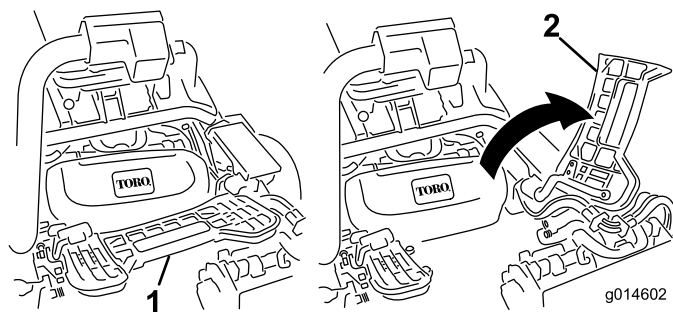

図 32
2. フット・レストを跳ね上げて開き、中央カッティングユニット取り付け位置へのアクセスを確保する（図 32）。